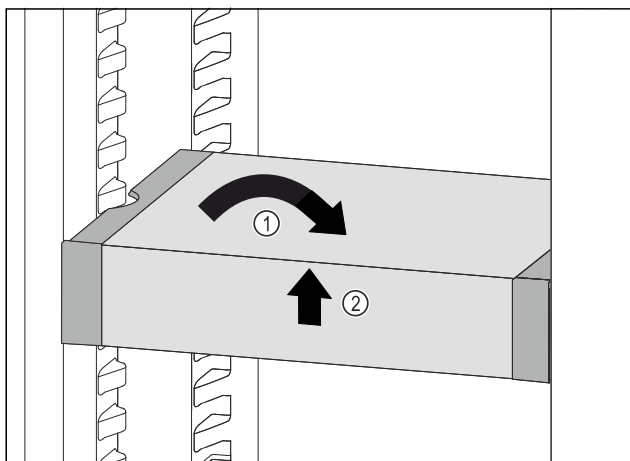

Fig. 103
- Állítsa egyenesbe a VarioSafe fiókot. Fig. 103 (1)
- Elöl emelje meg a VarioSafe fiókot. Fig. 103 (2)